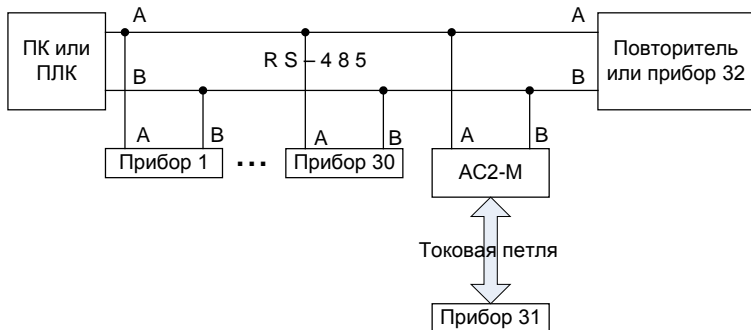

Рисунок 1.1 - Типовая схема промышленной сети на базе интерфейса RS-485
1.2 Интерфейс RS-485 наиболее часто используется в промышленных сетях. Он предусматривает передачу данных с помощью «симметричного» (дифференциального) сигнала по двум линиям (А и В) (рисунок 1.1) и использование дополнительной линии для выравнивания потенциалов заземления устройств, объединенных в сеть стандарта RS-485. Логический уровень сигнала определяется разностью напряжений на линиях (А – В), при этом логической единице соответствует диапазон значений напряжения от +0,2 до +5 В, а логическому нулю – диапазон значений от минус 0,2 до минус 5 В. Диапазон от минус 0,2 до +0,2 В соответствует зоне нечувствительности приемника. При использовании указанного интерфейса максимальная длина линии связи между крайними устройствами может составлять до 1200 м. Количество приборов в сети не должно превышать 32.